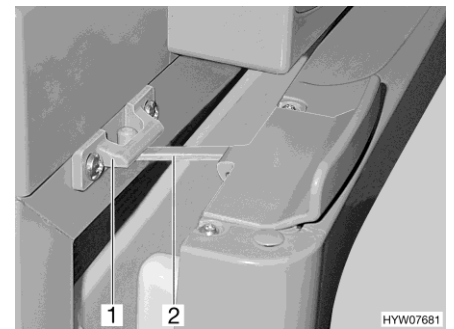

Bild 151 Kylskåpsdörr i ventilationsläge (Thetford)
■ För upp låset (Bild 151,2) och haka fast det i låsfästet (Bild 151,1). Kylskåpsdörren förblir därmed lätt öppen.